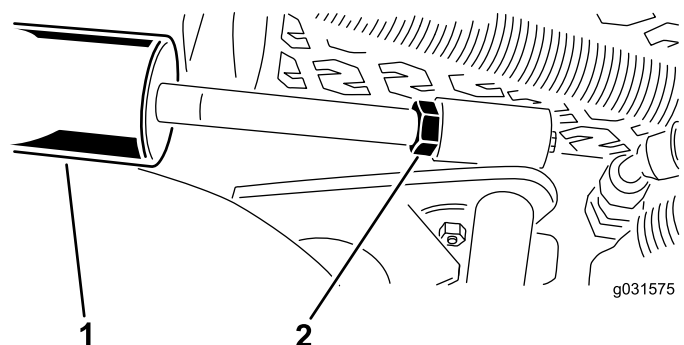

Рисунок 14
- А. Опустите режущие блоки и ослабьте затяжку контргайки на цилиндре (Рисунок 14).